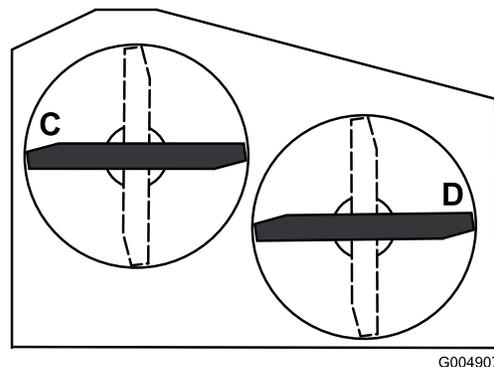

Figure 70
4. Pour les tabliers de coupe de 91 cm (36 pouces), reportez-vous à la Figure 70.